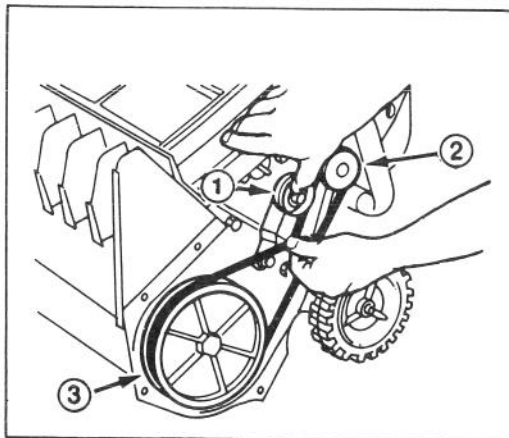

Fig. 9
3. BORTTAGNING AV DRIVREM (Fig. 9) – Lyft upp löphjulet och dra ut drivremmen. Släpp försiktigt ned löphjulet bakom remmen. LÅT INTE LÖPHJULET SMÄLLA TILL. Ta bort remmen från motor- och rotorremskivorna.